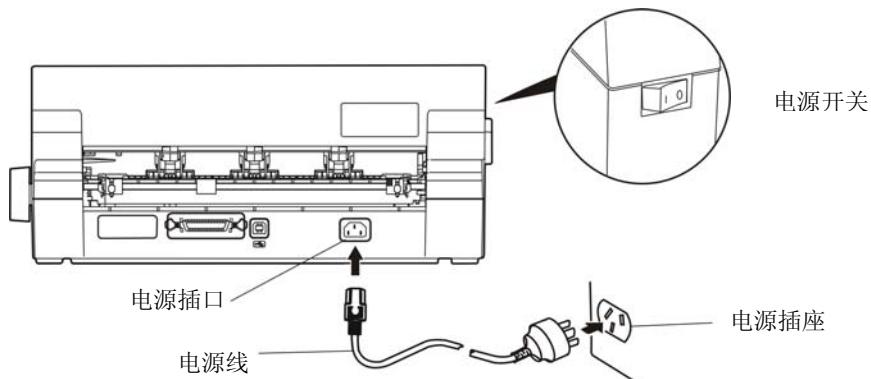

图 2-11 连接打印机电源线
1. 如图 2-11 所示, 确保打印机为关机状态(当开关被按下的一侧在“O”标注处时为关机状态)。